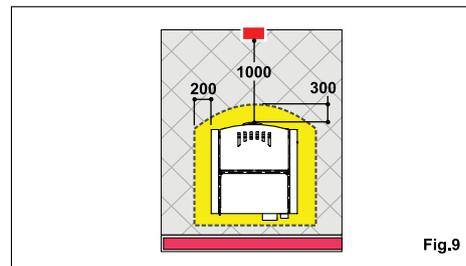

Fig.9
• Se il pavimento è costituito da materiale sensibile al calore, interporre una lastra di materiale (es. acciaio-vetro) con spessore adeguato tra stufa e pavimento (**fig.9**).
• Rispettare una distanza frontale minima di 1000mm da materiali sensibili al calore (**fig.9**).